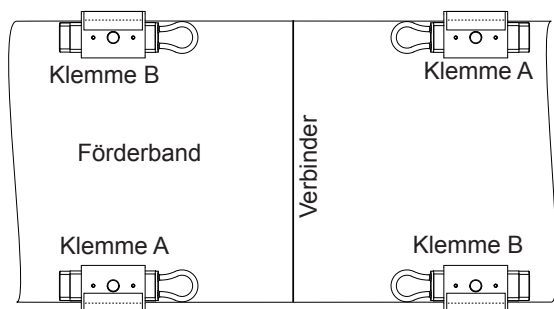

Abb. 1
5. Mit einem Schonhammer schlagen Sie zunächst mit 2 Schlägen auf die Schlagplatte. Wiederholen Sie diesen Vorgang, bis sich alle vier Klemmen in der richtigen Position befinden (siehe Abb. 1).